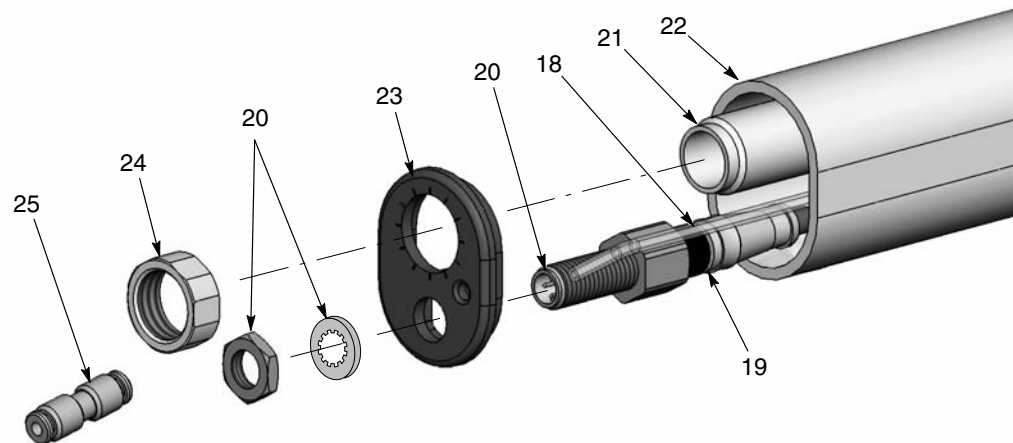

Figura 17 Dezasamblarea pistolului montat pe tub 1 din 5
2. Vezi Figura 17. Deconectați piulița olandeză (25) de la tubulatura transparentă de 4 mm pentru aer (18).
3. Deconectați cablul pistolului (nu este prezentat) de la priza cablului (20).
4. Deșurubați piulița tubului de prindere (24) de la tubul de prindere (21).
5. Desfaceți piulița și șaiba de blocare de la priza cablului (20). Păstrați piulița și șaiba de blocare pentru a le reutiliza.
6. Trageți capacul de capăt (23) pentru a îl scoate de pe capătul pistolului.
9. Vezi Figura 17. Conectați cablul prelungitor (19) la priza (20) din capacul de capăt (23).
11. Montați capacul de capăt pe tubul de montare, introducând tubul de prindere (21), tubulatura transparentă de 4 mm (18) prin capacul de capăt.
12. Asigurați priza cablului (20) în capacul de capăt cu ajutorul șabei de blocare și al piuliței.
13. Înfiletați piulița tubului de prindere (24) pe tubul de prindere și strângeți bine.
14. Montați piulița olandeză (25) la tubulatura transparentă de 4 mm.